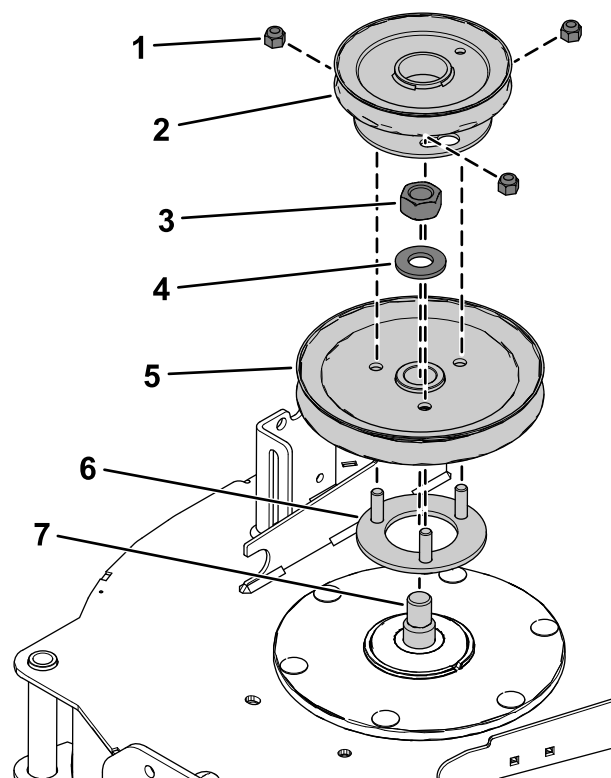

Figure 20
4. Insérez les goujons filetés du support de poulie dans les trous de la poulie de plateau (Figure 20).
5. Fixez la poulie du plateau sur l'axe de pivot à l'aide de l'écrou hexagonal (3/4") et de la rondelle retirés précédemment (Figure 20).
7. Placez la poulie de ventilateur sur les goujons filetés et vissez légèrement les 3 contre-écrous (3/8"), comme montré à la (Figure 20).